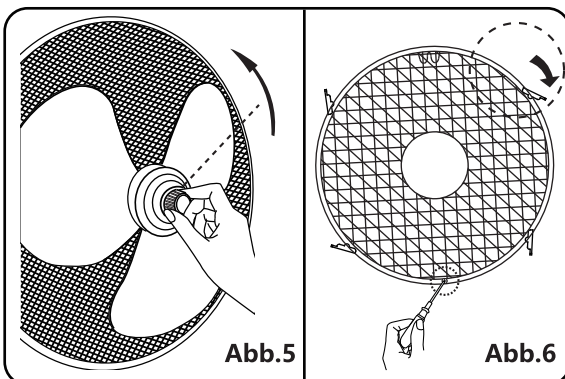

Abb.6
3. Richten Sie den vorderen Schutzhaken auf den hinteren Schutz aus. Befestigen Sie den vorderen Schutzbügel mit dem Sicherungsclip am hinteren Schutzbügel. Sichern Sie dann die Lüfterhaube, indem Sie Schraube und Mutter anziehen. (Abb.6)